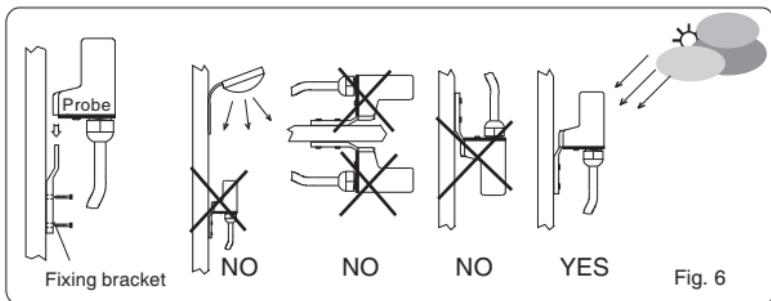

Fig. 6
- Fissare alla parete la staffa (fig. 6).
- Fix the bracket to the wall (fig. 6).
- Fixer l'étrier au mur (fig. 6).